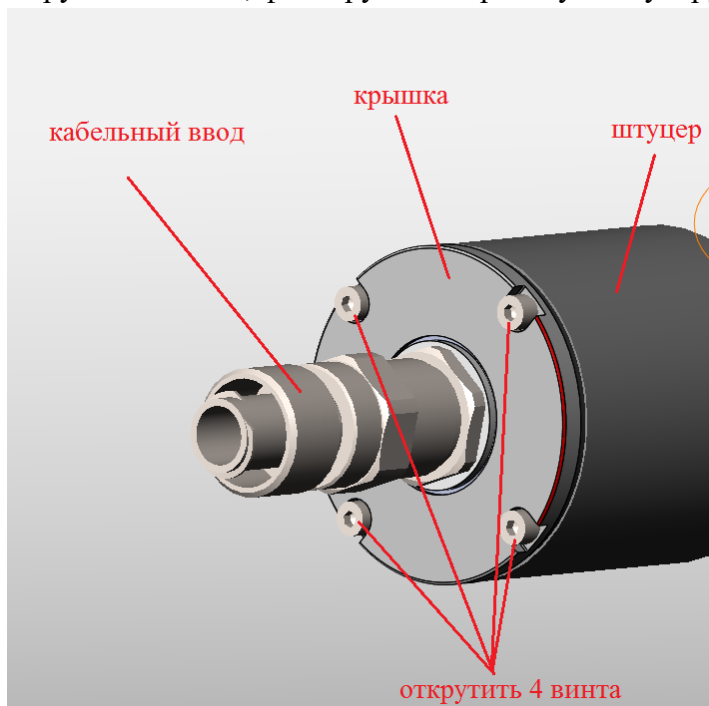

Рисунок 45 – демонтаж винтов
4.2.2.1 Отсоединить разъём кабельного ввода (Рисунок 45).
4.2.2.2 Открутить 4 винта, фиксирующие крышку к штуцеру (рисунок 45).